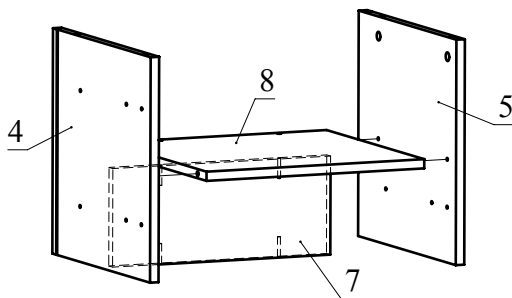

Рис.6
- Установите деталь 7 на деталь 8 и зафиксируйте с помощью конфирматов. Установите деталь 8 между деталями 4 и 5 и зафиксируйте, затянув головки минификсов (Рис. 6).